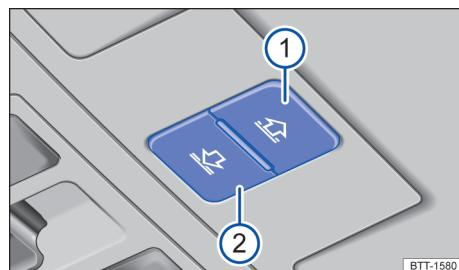

图 75 顶篷上：遮阳卷帘按钮
按钮 → 图 75 ① 和 ② 有两挡。第一挡可将遮阳卷帘完全或部分打开或关闭。
- 触发防夹功能后 5 秒钟内按压按钮 → 图 75 ②，直到遮阳卷帘完全关闭。